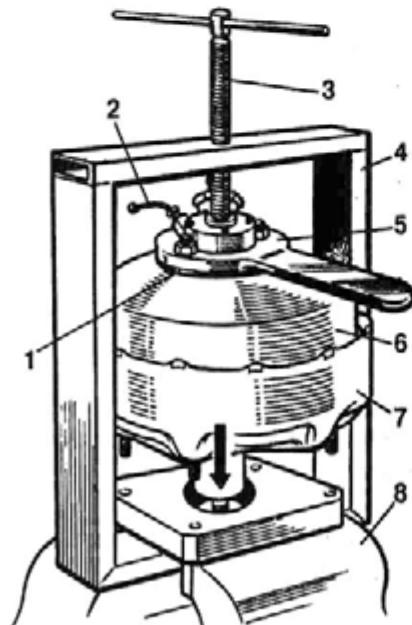

Рис. 181. Приспособление для разборки и сборки усилителя:
закрепите на шпильках крышки 6 (рис. 181) корпуса специальную заглушку 5 с ручкой для поворота крышки, прокладкой 1 и трубкой 2 для подключения вакуумметра. Закрепите заглушку двумя гайками;
2. Конец трубы 2 (см. рис. 181) в заглушке 5 соедините шлангом с вакуумметром;